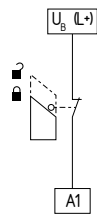

Fig. 6
**Surveillance de protecteur à 1 canal avec dispositifs d'interverrouillage selon EN ISO 14119 (Fig. 6)**